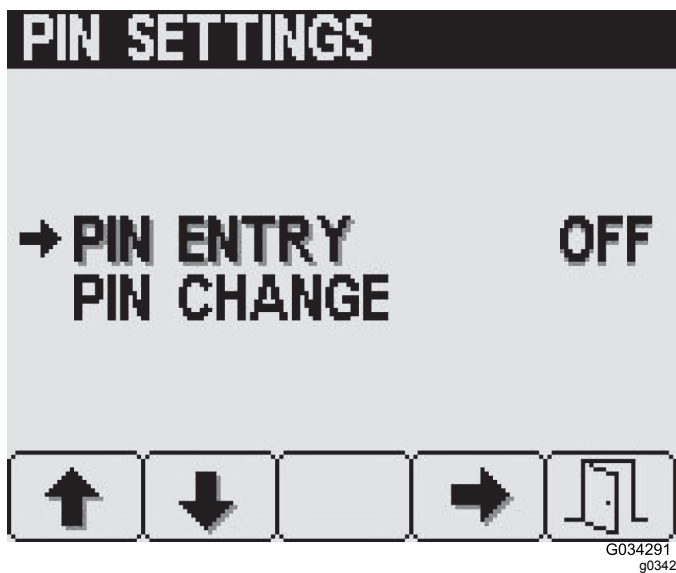

Figura 33
- A partir do ecrã de definições do PIN, prima o botão 4 para selecionar a introdução do PIN e para LIGAR ou DESLIGAR a opção do PIN (Figura 33).